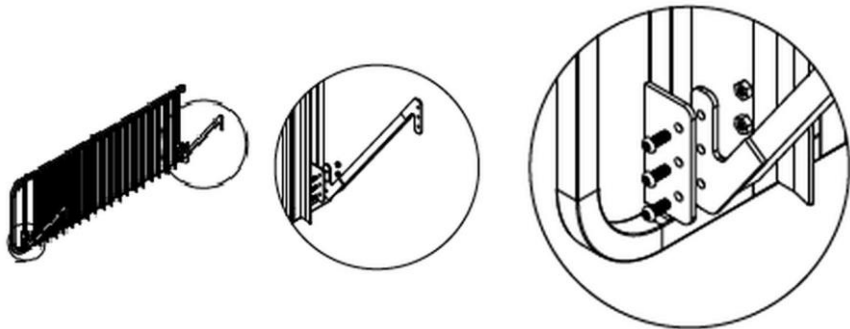

Abb. 1
2. Verschrauben Sie die Teile mit je 3 Linsenkopfschrauben M8x15 und je 3 Hutmuttern M8 mit Hilfe des Inbusschlüssels (Abb. 1).